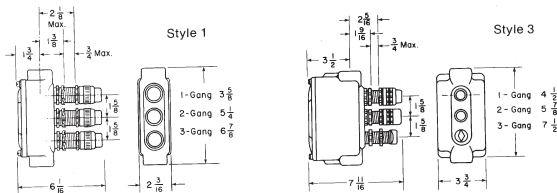

Figure 1
**Remarque:** Épaisseur maximale de panneau – 3/4 po. Voir Figure 1 pour les dimensions des interrupteurs.